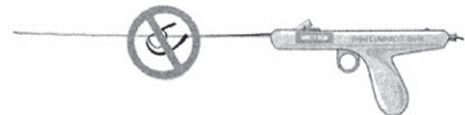

図12
14. ステント展開中には、システムが圧迫されるので、デリバリーシステムのアウターシースに力をかけないこと（図12参照）。